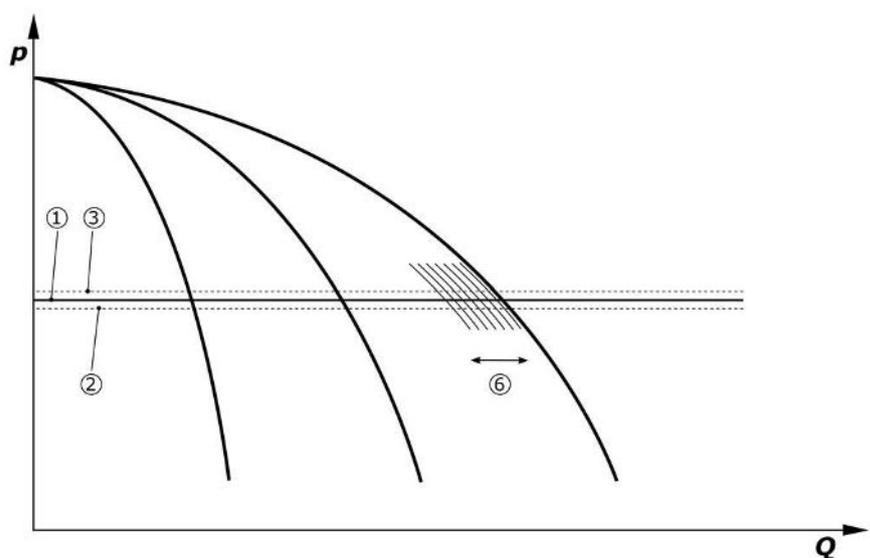

Fig. 7: Запуск третьего насоса
Если отсутствует сообщение «Внешнее выкл.» и нет неисправности, а приводы и автоматика активированы, один или несколько насосов с регулируемой частотой вращения электродвигателя (Fig. 7) запускаются при падении величины ниже порогового значения включения (2). Насосы работают с общей синхронной частотой вращения. На непродолжительное время может изменяться только частота вращения включаемых или отключаемых насосов.